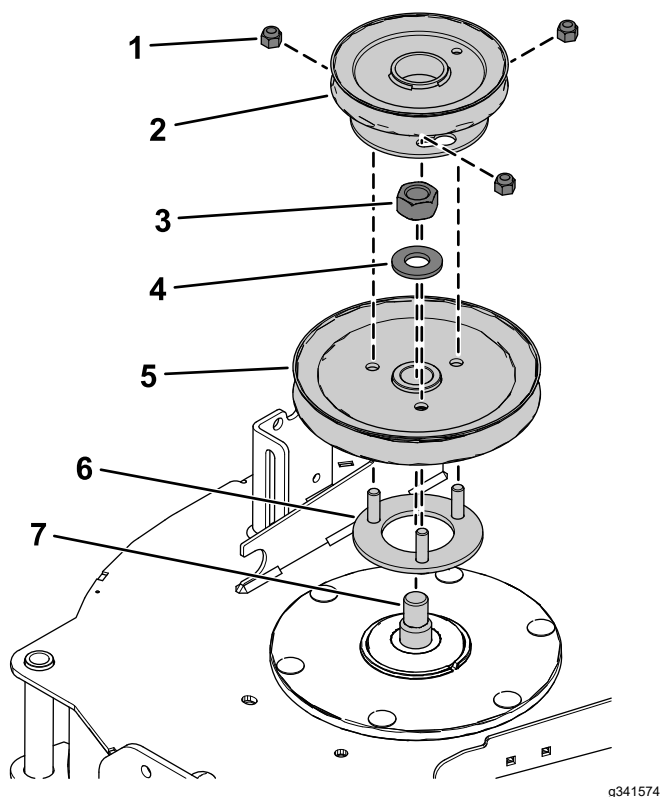

Figura 24
4. Inserte los espárragos roscados del soporte de la polea a través de los orificios en la polea de la carcasa (Figura 24).
5. Sujete la polea de la carcasa al eje de la cuchilla usando la tuerca hexagonal (¾") y la arandela que retiró anteriormente (Figura 24).
7. Coloque la polea del soplador en los espárragos roscados, e instale provisionalmente las 3 contratueras (⅜"), como se muestra en la Figura 24.